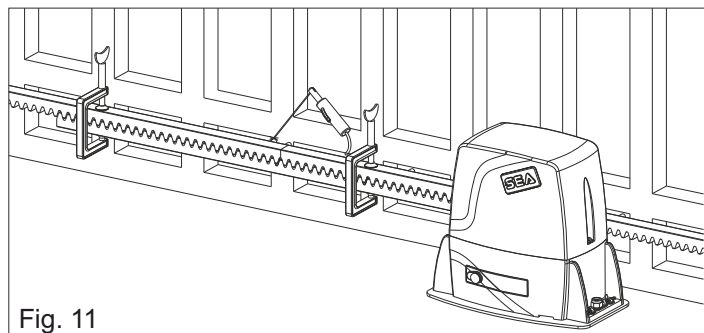

Fig. 11
- 5.4.** Comprobar que todos los elementos de la cremallera estén perfectamente alineados y colocados correctamente (dentado en fase). Es aconsejable oponer un tercer elemento a dos elementos sucesivos como se indica en la Fig.11;